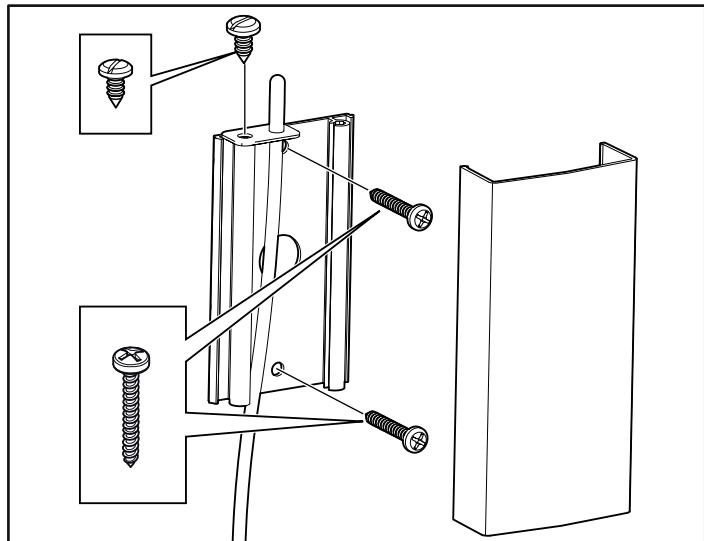
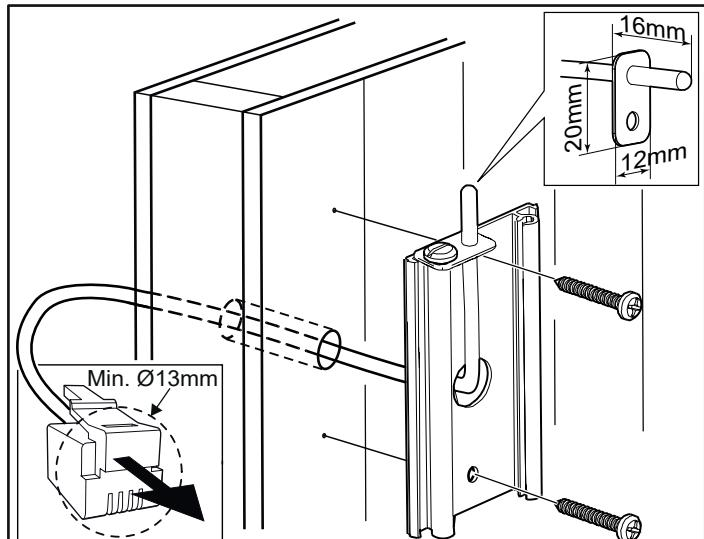

Рисунок 16: Установка датчика
Рисунок 17: Проведение проводки через стену.
11. Установите датчик на стене (см. Рис. 16). Провод термистора также можно прокладывать через стену. Герметично заделайте все отверстия в стене за датчиком (см. Рисунок 17). Провод термистора может быть удлинен и выведен за пределы сауны, используя низковольтный провод (2-жильный).